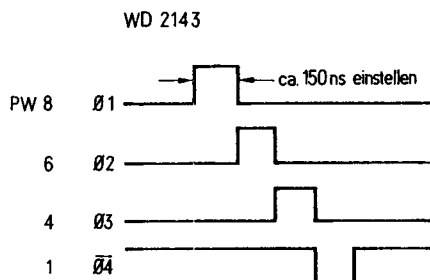

Bild 16. Timing WD 2143
17. Einstellen der Schreibprekompensation. Bild 15 zeigt ein Testprogramm mit laufendem Schreibzugriff und Bild 16 zeigt das Timing. Mit einem 3,1-kΩ-Widerstand entfällt im allgemeinen ein Abgleich.